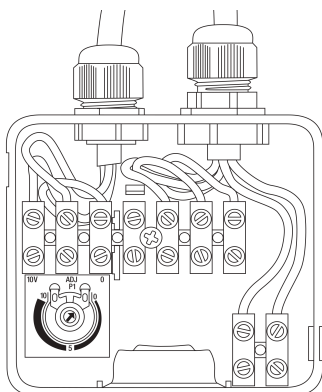

Bild 1
- Hastighetsreglering av EC-motorn kan göras med den inbyggda potentiometern, 0-10 V. Bild 1 och 2